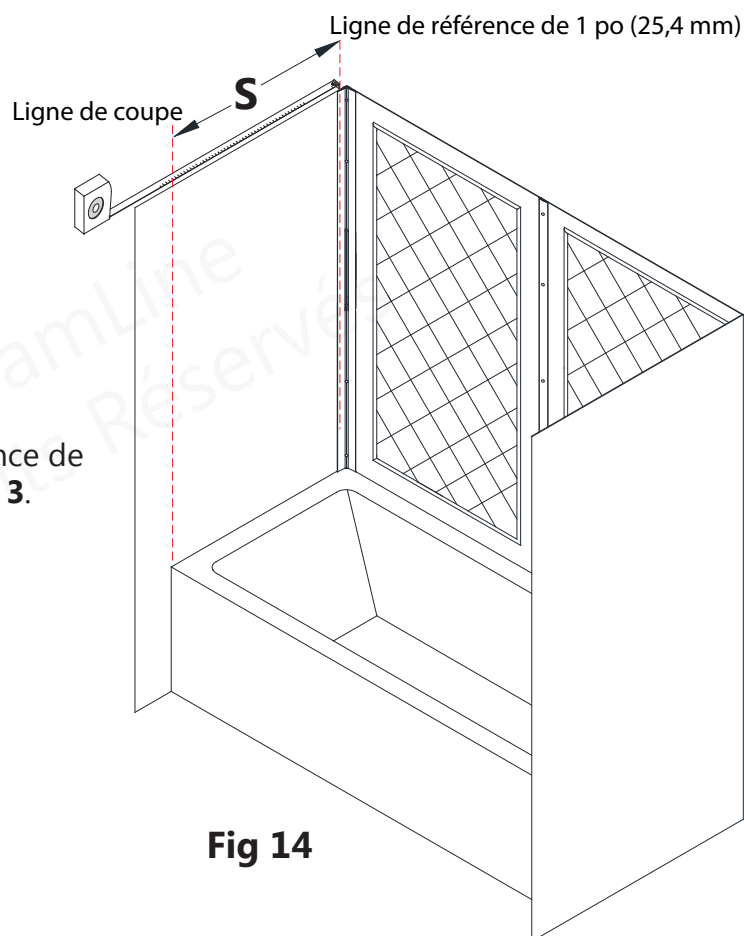

Fig 14
14. Prenez la mesure à partir de la ligne de référence de 1 po jusqu'au repère de la dimension **D** de l'étape 3. Ceci représente la dimension « **S** ». (Fig 14)